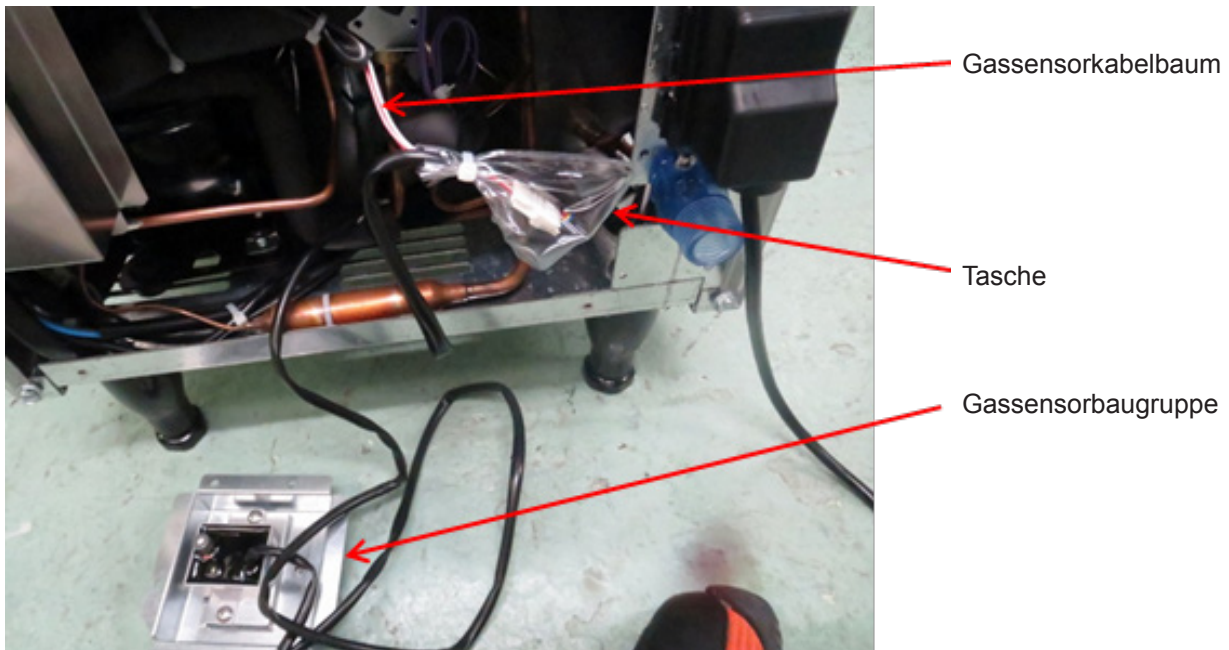
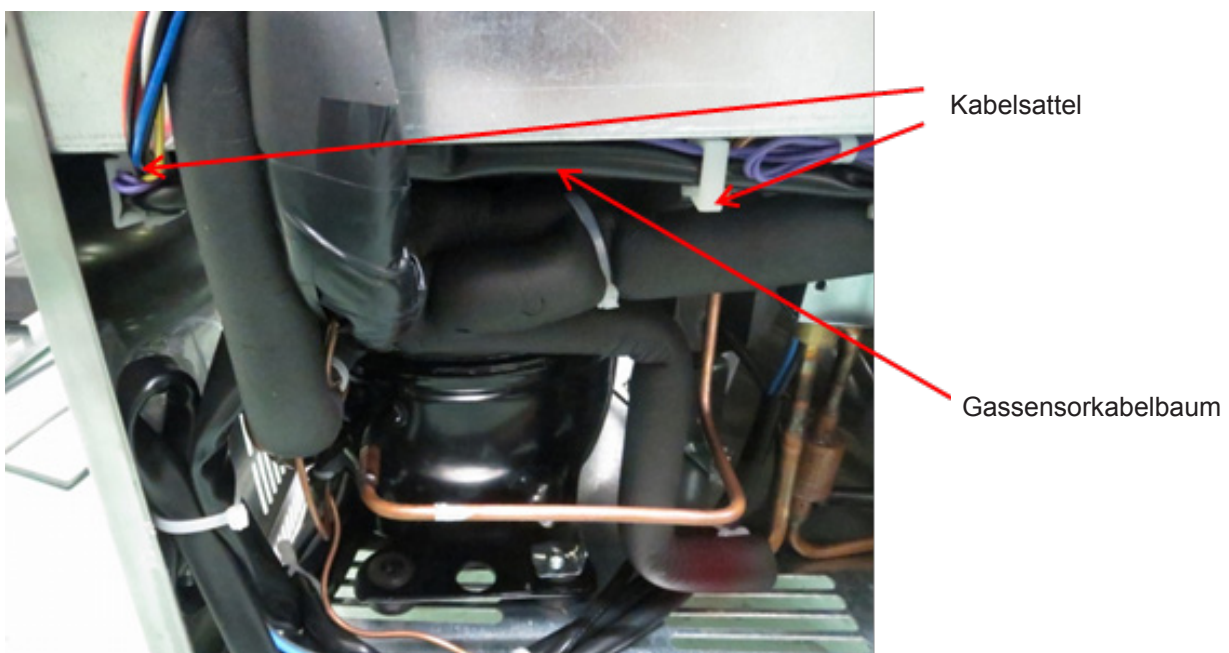

Abb. 26
Abb. 27
- 13) Den in Schritt 9) angeschlossenen Gassensorkabelbaum durch die Geräterückseite verlegen und mit dem Stecker der Gassensorbaugruppe verbinden. Die Tasche über den Steckverbinder ziehen und mit dem Kabelbinder befestigen (siehe Abb. 26). Den Gassensorkabelbaum am Kabelsattel befestigen (siehe Abb. 27).